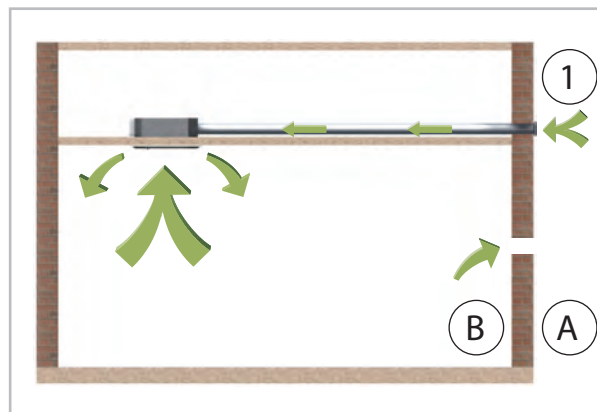

Abb. 27: Frischluftanschluss
- Für den Frischluftanschluss ist ein Bundkragen mit 65 mm zu montieren (Abb. 27).